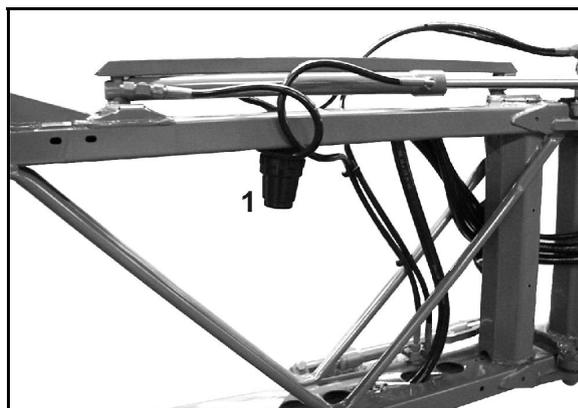

Fig. 163
- Nettoyez les filtres de conduite (Fig. 163/1) en fonction des conditions d'utilisation, environ tous les 3 à 4 mois.